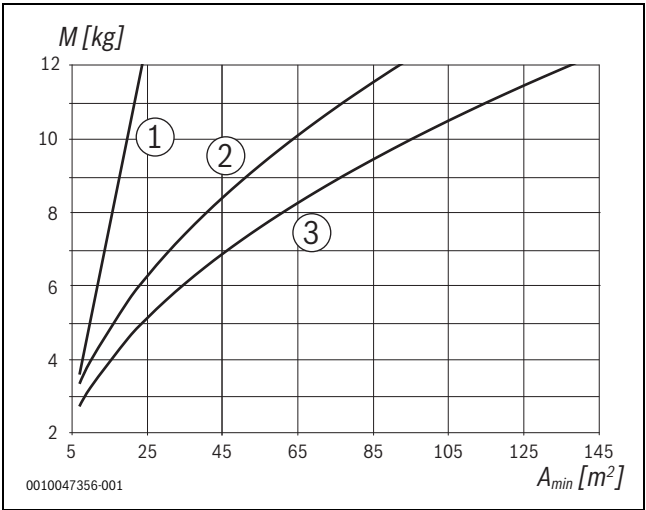

Bild 2
- Die minimale Raumfläche muss den entsprechenden Werten aus Abb. 2 entsprechen.